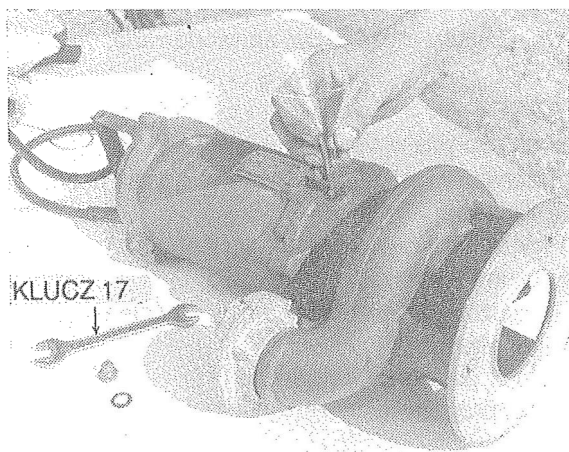

Rys. 8
- zawiesić pompę na linę lub łańcuch i spuścić na dno zbiornika - rys. 8,